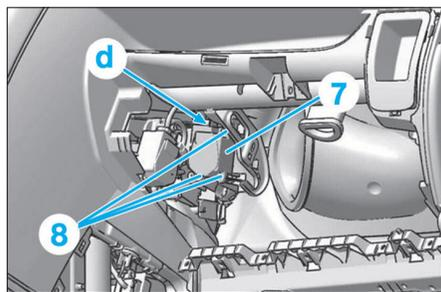

FIG. 28
- Débrancher le connecteur (d) (Fig.28).